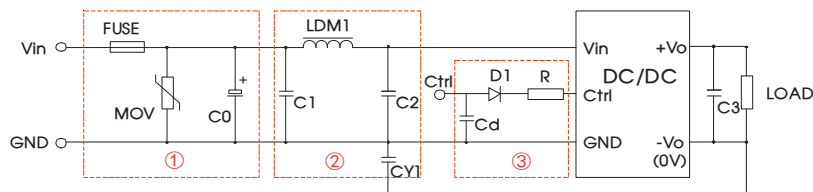

图 3
辐射骚扰	CISPR32/EN55032 CLASS B (推荐电路见图 3-②)
- ①图 3 中第①部分用于 EMS 测试; 第②部分用于 EMI 滤波, 可依据需求选择;
- ② V_C 为 Ctrl 端相对于输入地 GND 的电压, V_D 为 D1 的正向导通压降, I_C 为流入 Ctrl 端的电流, 一般取 5-10mA, Ctrl 端外围电路如图 3-③;
- ③若图中元器件无附其参数说明, 则此型号外围中不需要这个元器件。